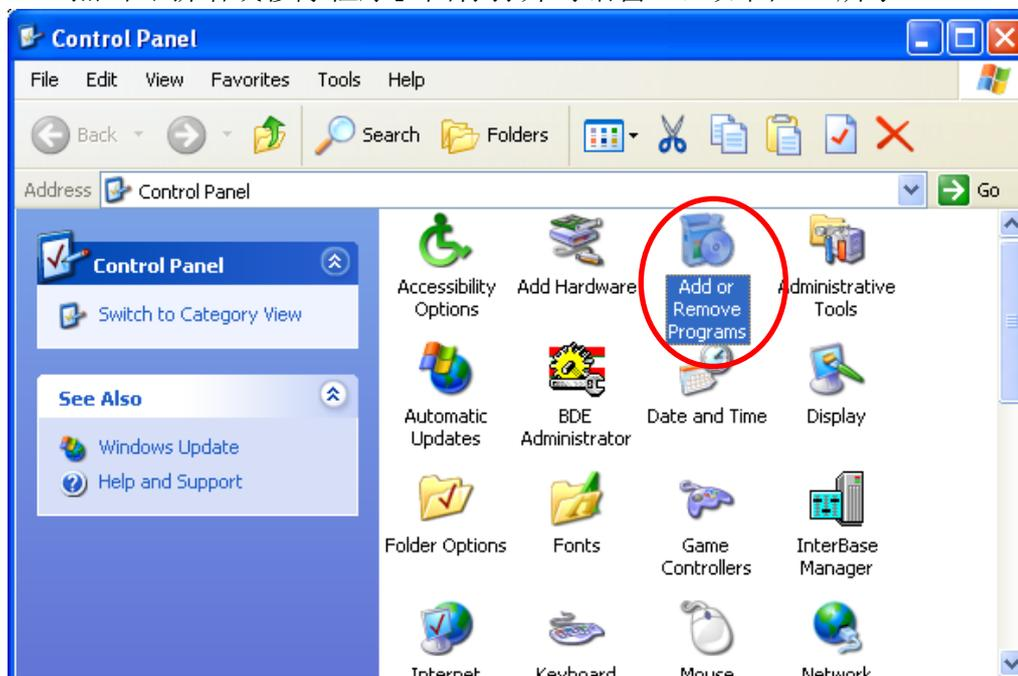

图 3-8： 「新增或移除程序」
**Step 2:** 点击「新增或移除程序」图标打开对话框，如图 3-8 所示：